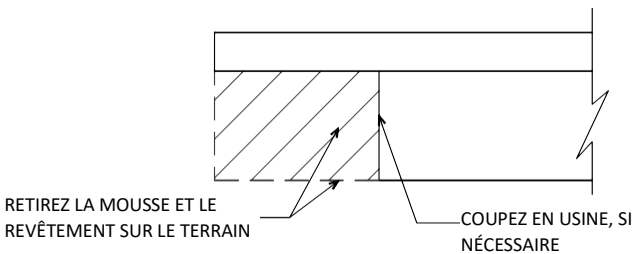
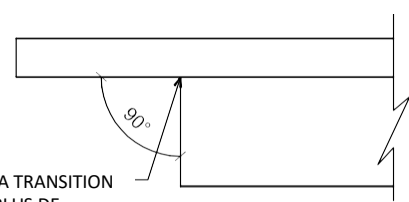

FIGURE 9
FIGURE 9A
- 13.6 LES PANNEAUX ISOLANTS AWIP QUI INCORPorent DES CHEVAUCHEMENTS D'EXTRÉMITÉ ARRIVERONT SUR LE CHANTIER AVEC LA MOUSSE ET LE REVÊTEMENT DÉJÀ EN PLACE. LA FACE DE REVÊTEMENT DU PANNEAU DE LA RANGÉE SUPÉRIÈRE SERA COUPÉE À LA SCIE EN USINE, DE 3 PO À 6 PO DE L'EXTRÉMITÉ DU PANNEAU (CONSULTEZ LA FIGURE 9). ENLEVEZ LE MÉTAL ET LA MOUSSE À L'EXTRÉMITÉ DU PANNEAU. RETIREZ SOIGNEUSEMENT TOUT RÉSIDU DE MOUSSE SUR LE MÉTAL POUR ASSURER UNE BONNE ÉTANCHÉITÉ À L'AIR ET À L'EAU. ASSUREZ-VOUS QUE LA TRANSITION ENTRE LE PANNEAU ET LE REVÊTEMENT EXTÉRIEUR EST EXEMPTÉ DE MOUSSE ET DE DÉBRIS (CONSULTEZ LA FIGURE 9A) POUR PERMETTRE AUX EXTRÉMITÉS DU PANNEAU DE SE JOINTER ÉTROITEMENT, POUR UN CONTACT MOUSSE À MOUSSE.